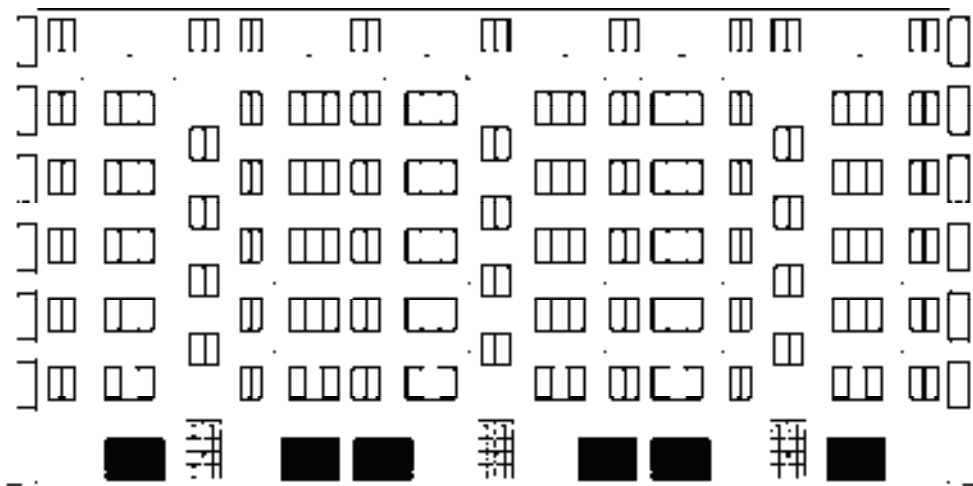

图 14-132 替换结果
7) 在对话框中单击“替换”按钮，选择待替换的立面窗，按〈Enter〉键，即可完成替换，结果如图 14-132 所示。